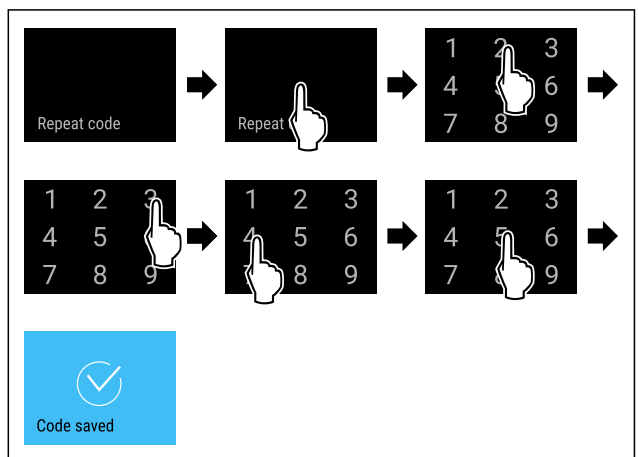

Fig. 99
- ▶ Seguir los pasos de procedimiento (consulte Fig. 99) .